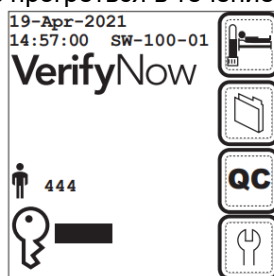

Рисунок 13: Главное меню
2. Введите идентификатор оператора и пароль, если это необходимо. С помощью сканера штрих-кода или клавиатуры введите идентификатор оператора в ответ на запрос **идентификатора оператора** (). Нажмите клавишу **ТАВ** (Tab), чтобы перейти к запросу «Пароль» () для ввода пароля. Нажмите кнопку  (**Далее**), чтобы перейти в **главное меню** (рис. 13 (стр. 26)). Перед использованием прибору следует дать прогреться в течение как минимум 15 минут.